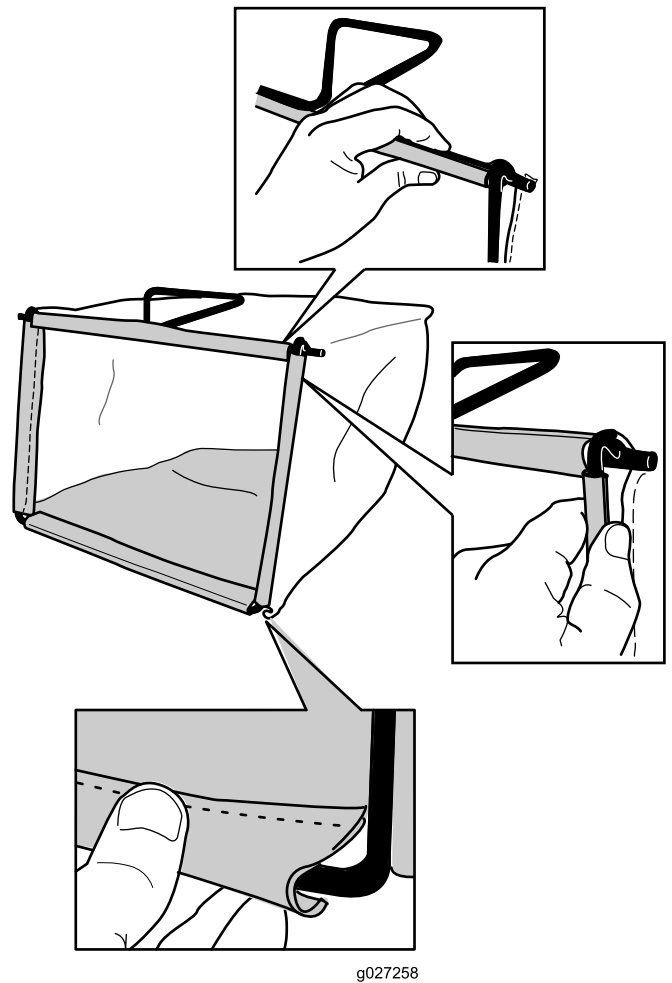

Figura 11
2. Enganche el canal inferior de la bolsa en la parte inferior del bastidor (Figura 11).
3. Enganche los canales superiores y laterales de la bolsa en la parte superior y en los laterales del bastidor, respectivamente (Figura 11).